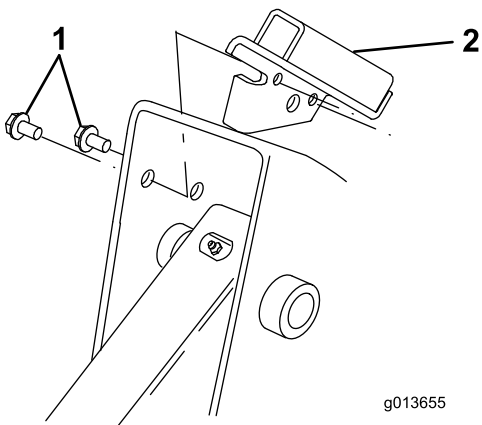

Figura 5
3. Allineate l'aletta della staffa dello schermo di protezione al bordo anteriore del telaio tenendo la staffa all'interno della cavità del braccio del veicolo caricatore (Figura 5).
Nota: Vi sono una staffa destra e una staffa sinistra. Accertatevi di montare ogni staffa sul lato corretto. L'aletta deve trovarsi sovrapposta al bordo del telaio e la staffa deve stare all'interno della cavità del braccio del veicolo caricatore, con i 2 fori piccoli della staffa allineati ai fori praticati nel telaio (Figura 5).
4. Fissate la staffa al telaio con 2 viti autofilettanti come illustrato in (Figura 5).